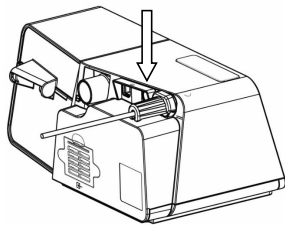

图 3-8
(4) 将主机锁扣向下压，固定住电源线和电源接口，如图 3-8 所示。